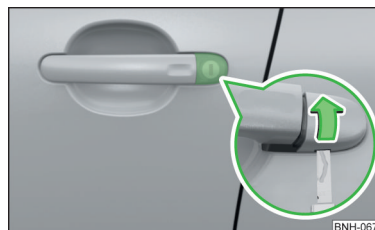

Fig. 185
- Insérez la clé dans l'évidement sous le cache et relevez le cache dans le sens de la flèche » fig. 185.